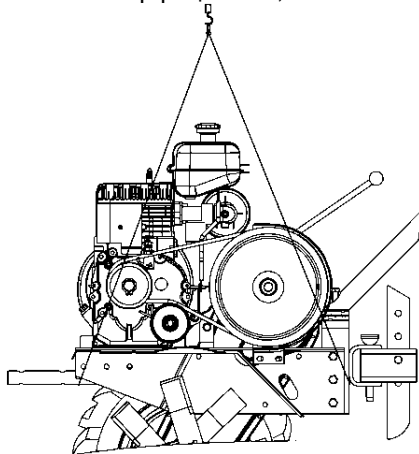

Рис.9. Схема зачаливания мотоблока при погрузке.
30. Строповку мотоблока при погрузо-разгрузочных работах производите согласно схеме (рис.9), прилагаемой к данному Руководству.